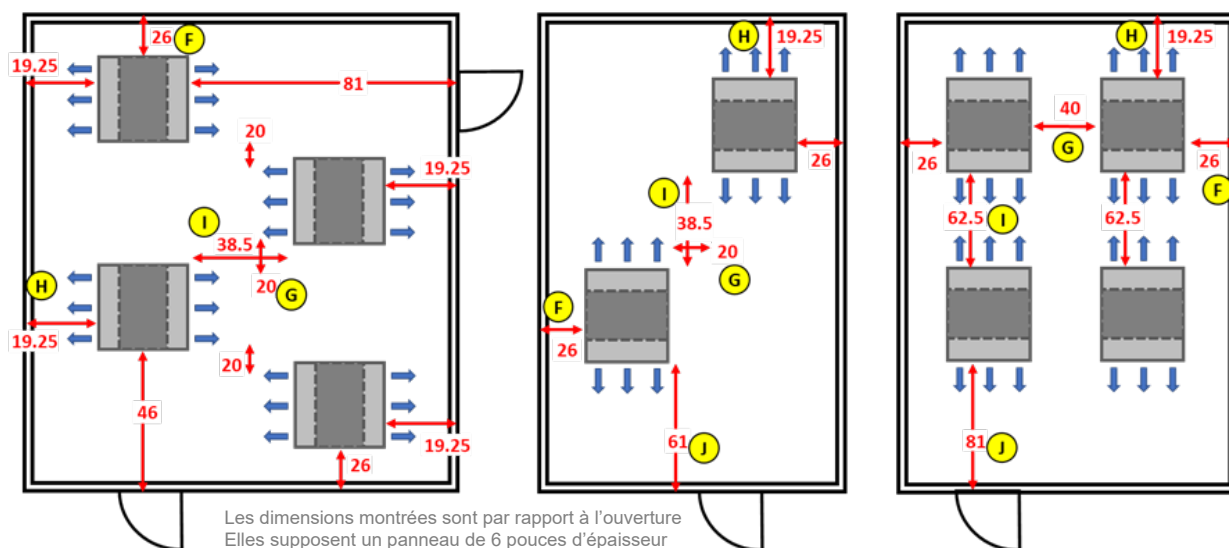

Figure 8 – Dimensions d'espacement des ouvertures
- La distance standard entre le côté de l'ouverture et le bord de la pièce est de 66 cm (26 po). Voir « F » dans la Figure 8;
- La distance standard entre les côtés de l'ouverture est de 50,8 cm (20 po) si les appareils sont décalés ou de 101,6 cm (40 po) s'ils sont alignés. Voir « G » dans la Figure 8.
- La distance minimum entre le côté de l'ouverture et le bord de la pièce est de 48,9 cm (19,25 po). Voir « H » dans la Figure 8).
- La distance minimum entre les deux ouvertures est de 158,8 cm (62,5 po) lorsque les appareils sont alignés et de 97,8 cm (38,5 po) lorsqu'ils sont décalés. Voir « I » dans la Figure 8.
- La distance minimum entre le côté de l'ouverture et la bord de la pièce si les appareils soufflent directement vers une porte est de 203 cm (81 po). S'ils ne soufflent pas directement vers la porte, elle est de 152 cm (61 po). Voir « J » dans la Figure 8.